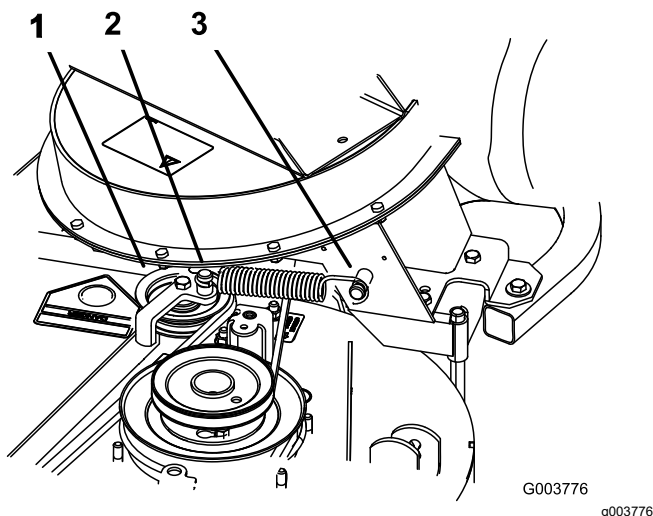

Bild 43
8. Setzen Sie die Feder ein, siehe Bild 43.